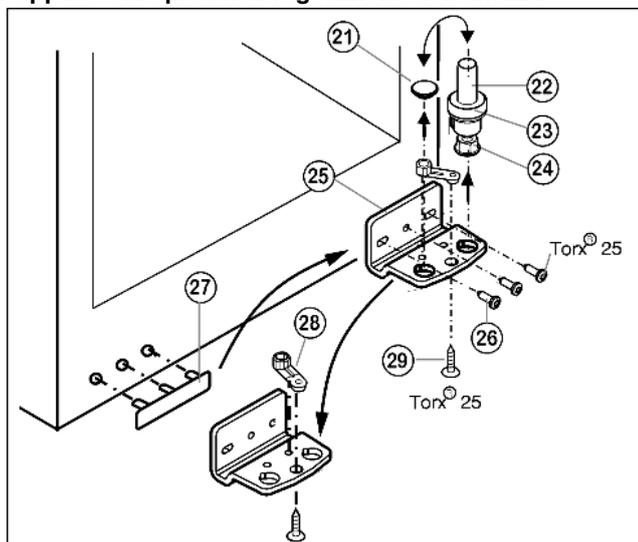

Fig. 5
- Togliere completamente il perno di supporto Fig. 5 (22) con lo spessore Fig. 5 (23) e il piedino di regolazione Fig. 5 (24), estrarre tirando verso l'alto.
- Togliere il tappo Fig. 5 (21).
- Svitare il blocco di supporto Fig. 5 (25).
- Svitare l'elemento di supporto Fig. 5 (28) e spostarlo nel foro di alloggiamento opposto, serrarlo nuovamente.
- Staccare la copertura lato maniglia Fig. 5 (27) facendo attenzione e spostarla sul lato opposto.
- Fissare nuovamente il blocco di supporto Fig. 5 (25) sul nuovo lato cerniere, eventualmente servendosi di un avvitatore a batteria (**a 4 Nm**).
- Inserire nuovamente il tappo Fig. 5 (21) nell'altro foro.
- Inserire nuovamente il perno di supporto Fig. 5 (22), con lo spessore e il piedino di regolazione. Prestare attenzione in modo l'arresto sia rivolto verso il dietro.